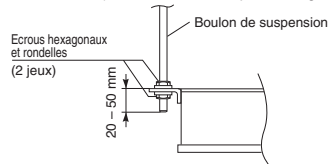

Fig. 3-5
- Suspendre et fixer l'unité intérieure avec les 2 écrous hexagonaux (fourniture sur site) et les rondelles spéciales (fournies avec l'unité) de la manière indiquée en Fig. 3-5.